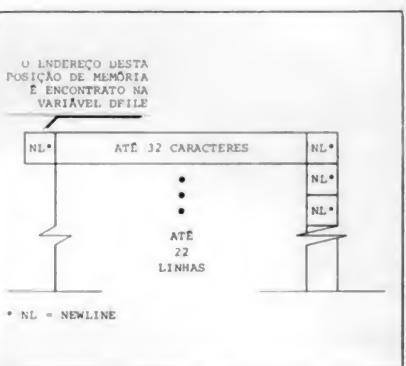

Figura 1
**Pergunta** — Qual a influência da Freqüência de Trabalho (HZ) sobre os microprocessadores? E quais as vantagens de se usar 4; 2; 3,2 MHZ? (Mário R. do Valle, SP).
**MICRO SISTEMAS** — E, especificações técnicas de microprocessadores, a Freqüência de Trabalho (HZ) significa a freqüência do "clock" do sistema. E quanto maior for este "clock" maior será a velocidade das instruções básicas do processador.
**MICRO SISTEMAS** — No TK82-C, a parte da memória que armazena a imagem apresentada no vídeo segue-se imediatamente à parte da memória na qual é armazenado o seu programa. O endereço exato da primeira posição da memória de vídeo está armazenado na variável de sistema **DFILE**. Esta variável ocupa as posições 16396 e 16397. Desta forma, você terá em primeiro lugar que saber o conteúdo desta variável para, depois, usando este conteúdo, poder colocar o que desejar na área de vídeo. Mas tenha cuidado: o vídeo tem um formato padrão, o qual não pode ser quebrado. A figura 1 apresenta este formato.